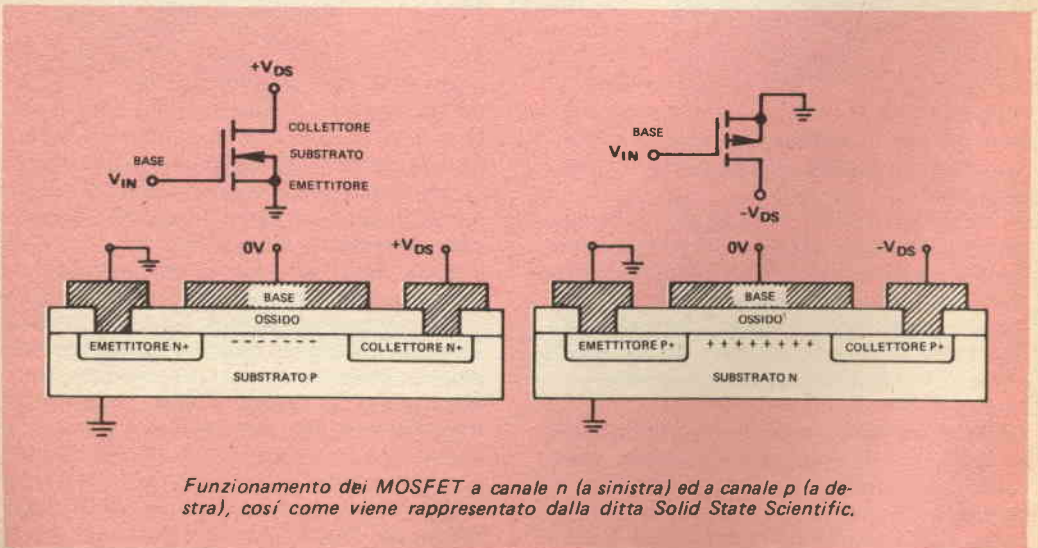

*Fig. 1 - Uno stadio base CMOS è composto da un MOSFET a canale n e da un MOSFET a canale p. L'impedenza d'entrata è alta, mentre l'impedenza d'uscita è bassa.*
Nella fig. 1 è rappresentato uno stadio amplificatore CMOS. Questa è la forma basilare di circuito CMOS ed è funzionale così come è illustrato. Usare due soli transistori in un amplificatore sembra una cosa insolita; effettivamente, però, questo circuito serve in una grande varietà di applicazioni numeriche e lineari, come vedremo in seguito. Nella fig. 1, P1 è il dispositivo a canale *p* e N1 è quello a canale *n*. Questo è un amplificatore invertitore con entrambe le unità funzionanti nel modo ad emettitore comune e perciò l'emettitore di P1 si collega al positivo dell'alimentatore, mentre l'emettitore di N1 si collega a massa, al negativo. Nel linguaggio MOS,  $V_{DD}$  è il positivo dell'alimentatore e  $V_{SS}$  è il negativo dell'alimentatore.
funzionamento per commutazione, applicazione questa ideale per il CMOS. Nell'invertitore della fig. 1, per esempio, se l'entrata è bassa o prossima a massa, N1 sarà completamente all'interdizione e P1 completamente in conduzione. Così la resistenza di P1 è al suo punto più basso di circa  $500 \Omega$  e N1 è effettivamente un circuito interrotto. In queste condizioni, l'uscita sale a  $V_{DD}$  in quanto vede semplicemente come un resistore di  $500 \Omega$  su  $V_{DD}$ . Perciò il livello logico alto del CMOS è essenzialmente uguale a  $V_{DD}$ . Con "essenzialmente" intendiamo entro pochi millivolt.
**Oscillatore audio** - Questo circuito, illustrato nella *fig. 1*, comprende due transistori, uno p-n-p e l'altro n-p-n. Usando i valori indicati